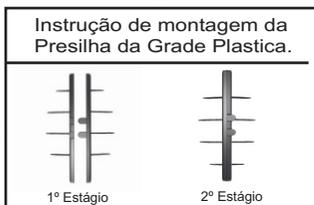

FIG. 02
- 4º - **Grades plásticas:** Fixe o acabamento (01) na grade dianteira, na seqüência, posicione a grade dianteira em frente a grade traseira de maneira a coincidir os engates das duas grades, conforme fig.02.